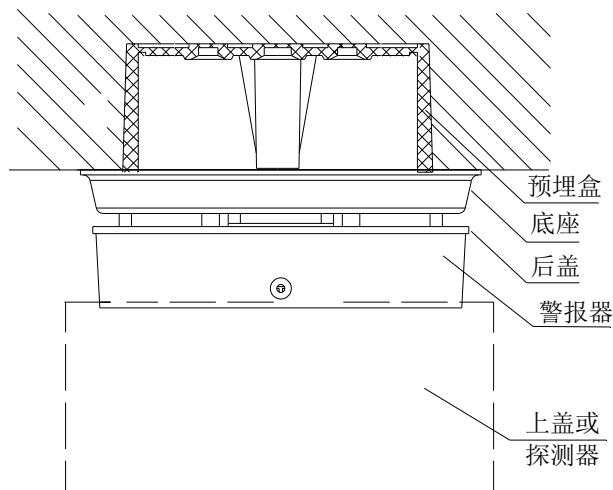
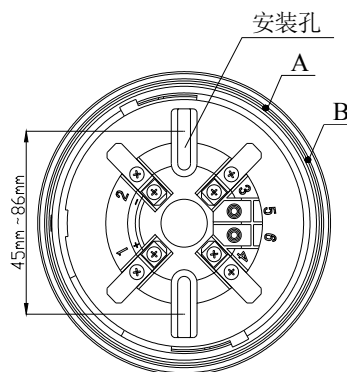

图 2-27
图 2-28
- (1) 警报器安装示意图如图 2-27 示。
- (2) 安装时，用螺钉把警报器固定在预埋盒中。
- (3) 如图 2-28 示，将上盖凸棱对准警报器 A 处凸棱，顺时针旋转至 B 处凸棱即可安装好上盖；若警报器作为底座使用时，取下上盖，将探测器安装在警报器上，安装方式与上盖相同。
警报器端子示意图如图 2-28 所示: